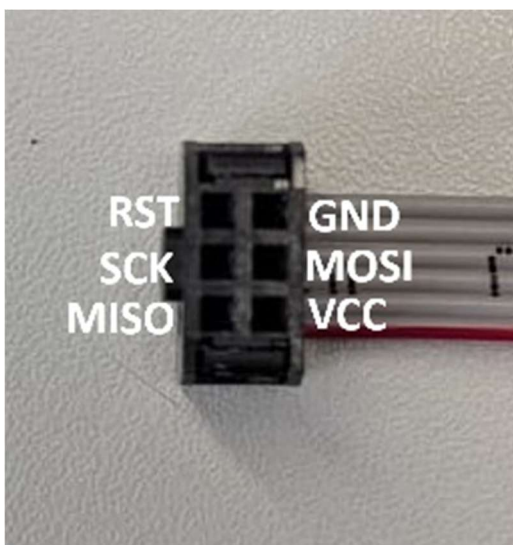

Abbildung 3, PINs AVRISP mkII
Der Ordner **Programm-Seitenlicht** beinhaltet das Programm, welches auf den ATtiny85V-10SU zu laden ist, um ein Betrieb mit Dauerlicht oder einem Blinkintervall von einer Sekunde zu ermöglichen. Eine Möglichkeit, um das Programm auf den Mikrocontroller zu laden, ist die Verwendung des AVRISP mkII Programmiergeräts in Kombination mit dem Programm Microchip Studio. Das Programmiergerät hat die PINs VCC, MOSI, GND, MISO, SCK, RST. Diese sind mit den jeweiligen PINs auf der Platine zu verbinden. Das AVRISP mkII Programmiergerät hat eine andere Anordnung der PINs wie die PINs auf der Platine, sodass ZipWire zwischen Platine und AVRISP mkII verwendet werden müssen [4]. Die PINs auf der Platine sind direkt beschriftet. Die des AVRISP mkII sind am Konnektor in zwei Spalten mit je drei Reihen angeordnet. Die Seite, bei der die Kabel ankommen, ist die der zweiten Spalte. An der Stelle wo VCC ist, ist ein rotes Kabel. In der Spalte mittig ist MOSI und am anderen Ende GND. Gegenüber von VCC in Spalte 1 ist MISO. Mittig in Spalte 1 ist SCK und gegenüber von GND ist RST [4]. Abbildung 3 zeigt diesen Konnektor. Für die Programmierung ist außerdem die Inbetriebnahme erforderlich. Hierfür sollte ein externes Netzteil mit einer Spannungsversorgung von 6 V verwendet werden, denn das Programmiergerät liefert über den VCC PIN keine Spannung, sondern misst diese nur. Das Netzteil lässt sich ebenfalls über ZipWire Kabel anschließen. Außerdem ist SW1 mit einem solchen Kabel zu brücken. Um einen vollständigen Funktionstest zu realisieren, sollte eine EL Folie angeschlossen werden. Wenn die richtigen PINs miteinander verbunden sind und Spannung auf die Schaltung gegeben wird, leuchtet ein grünes Lämpchen am AVRISP mkII [4]. Die Abbildungen 4 und 5 zeigen Nummern auf, diese werden in folgenden Aufgegriffen. Um das Programm auf den Mikrocontroller zu laden, ist in Microchip Studio unter dem Reiter "Tools"(1) der Punkt "Device Programming"(2) zu öffnen. Als "Tool"(3) ist AVRISP mkII und als "Device"(4) ATtiny85 und als "Interface"(5) ISP zu wählen. Nun ist "Apply"(6) auszuwählen. Folglich erscheinen weitere Punkte und unter "Memories"(7) ist für "Flash"(8) die Hex-Datei Programm_Seitenlicht auszuwählen. Mit dem Button "programm"(9) lässt sich die Programmierung vornehmen. Anschließend ist die Schaltung von der Spannung zu trennen und das Programmiergerät zu entfernen. Erst wenn das Programmiergerät von der Platine getrennt wird, zeigt sich eindeutig, ob die Programmierung erfolgreich verlaufen ist, sodass für einen abschließenden Funktionstest erneut Spannung auf die Schaltung zu geben ist.